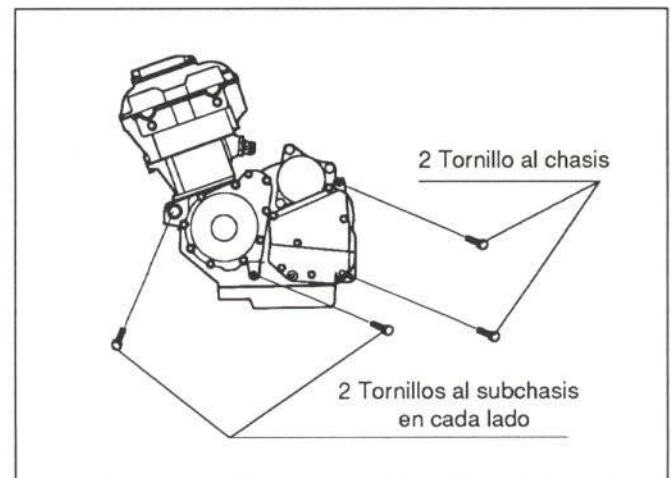

Figura 37.- Unión del motor
El motor va fijado de la forma que muestra la figura 37.
- Motor (figura 37)